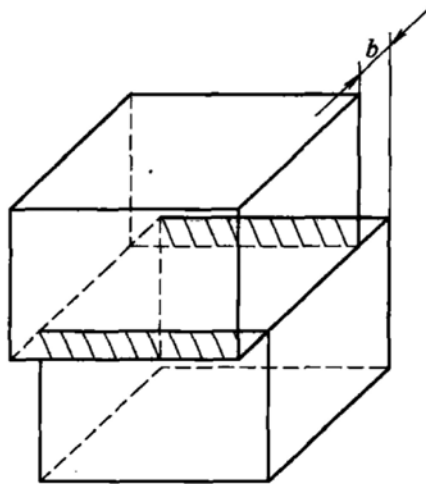

图 19-2 第三题第 1 小题解答图
(1) 位错线  $ab$  和位错线  $cd$  的方向矢量都和其柏氏矢量  $\mathbf{b}$  垂直，故它们属于刃型位错；而位错线  $bc$  和位错线  $da$  的方向矢量都和其柏氏矢量  $\mathbf{b}$  平行，故它们属于螺型位错。
(2) 位错环  $abcd$  全部移出晶体后，晶体会产生宽度为一个柏氏矢量的滑移量，所产生变形的方向与切应力  $\tau$  的方向一致，如图 19-2 所示。